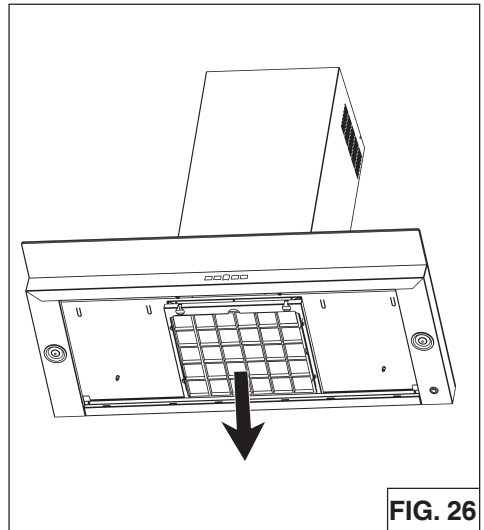

FIG. 26
1. Para quitar el filtro de CARBÓN, sujete y empuje la pestaña del filtro hacia la parte de atrás de la campana. Estire el filtro hacia abajo para desacoplar las pestañas posteriores del filtro (Fig. 26).